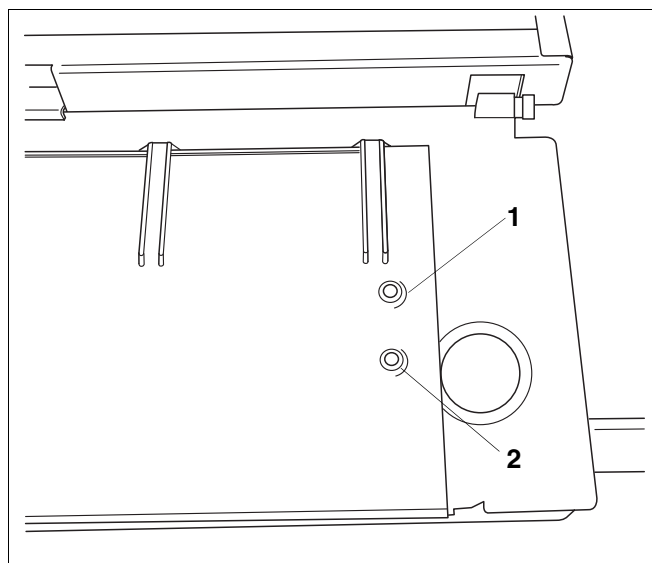

Fig. 21 Potențiometrul pentru reglarea puterii de încălzire max.
- Se rotește potențiometrul "putere de încălzire max." (fig. 21, poz. 2):
Legendă la fig. 21: potențiometrul